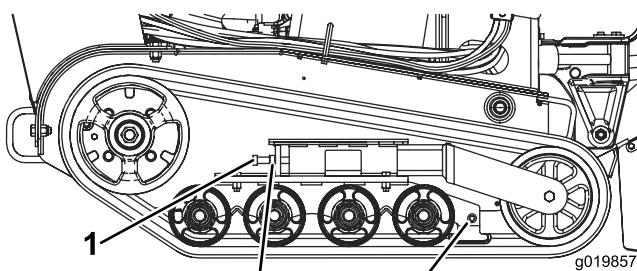

Figura 48
3. Afloje la contratuerca del perno tensor de la oruga (Figura 48).
4. Apriete el perno tensor a 32,5–40,7 Nm para tensar la oruga (Figura 48).
4. Afloje el perno tensor y la contratuerca (Figura 48).